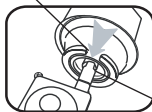

Fig. 2
2. Abrir a tampa do cartucho e inserir o cartucho, cabeça primeiro, de modo a que o entalhe esteja virado para cima e esteja alinhado com a guia da válvula (fig. 2).